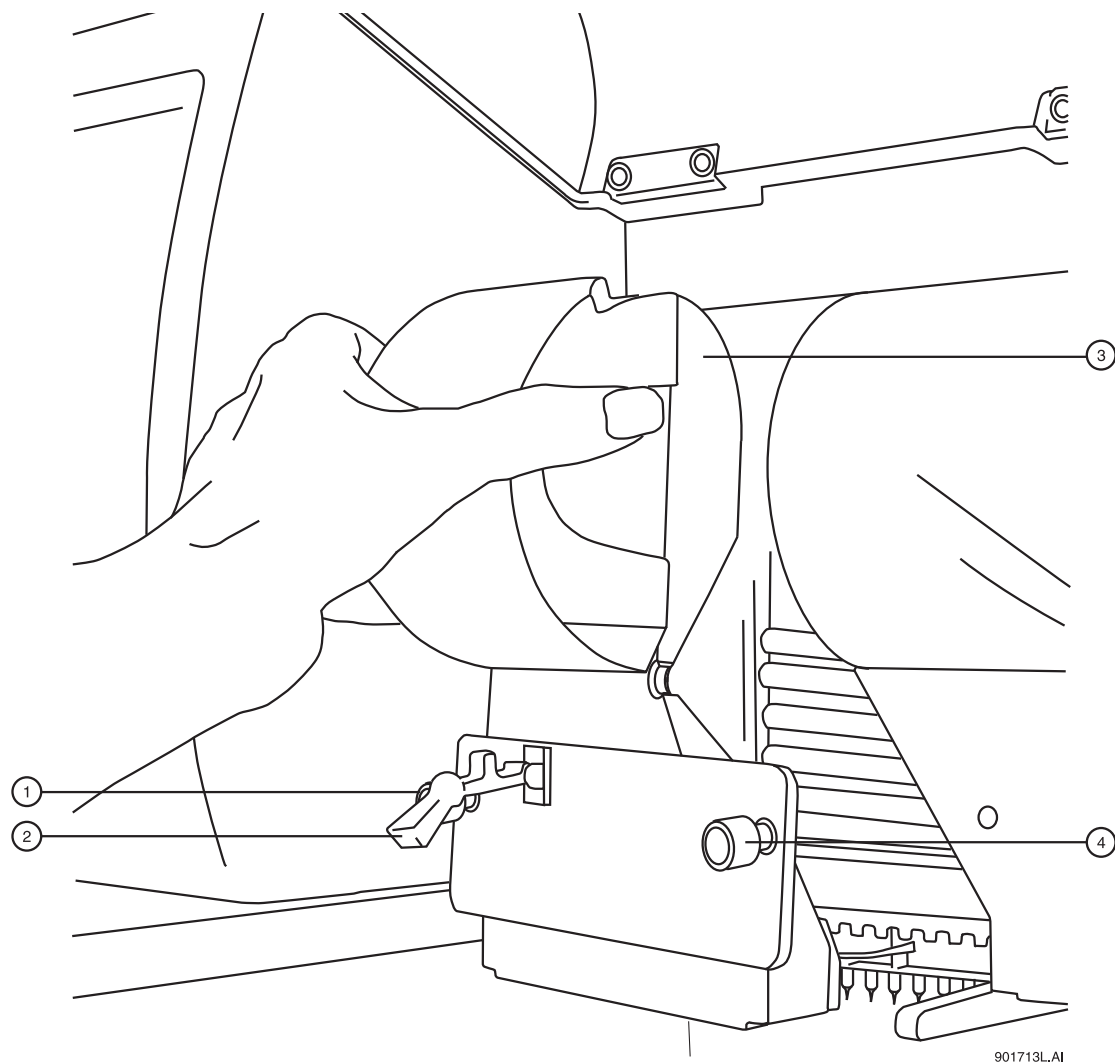

图 3.41 拆卸通风装置
6. 松开两个通风装置的固定螺丝（图 3.41），然后将通风装置直接拉回，脱离仪器，放在一边。
14. 更换通风装置，并拧紧两个固定螺丝（图 3.41）。